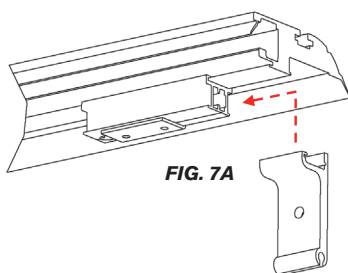
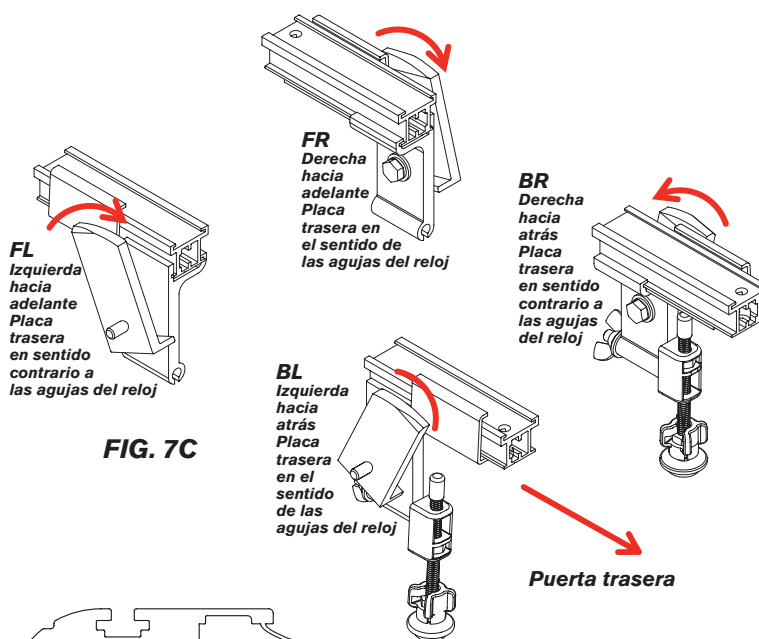

FIG. 7A
FIG. 7C
- Asegure los rieles a la plataforma de la camioneta instalando dos conjuntos de abrazaderas por riel. Deslice el agarre de la abrazadera en la extensión de la abrazadera hacia el soporte de la cuña (FIG 7A y 7B). Luego, ensamble el resto de las piezas de la abrazadera como se muestra a continuación (FIG 7C y 7D).